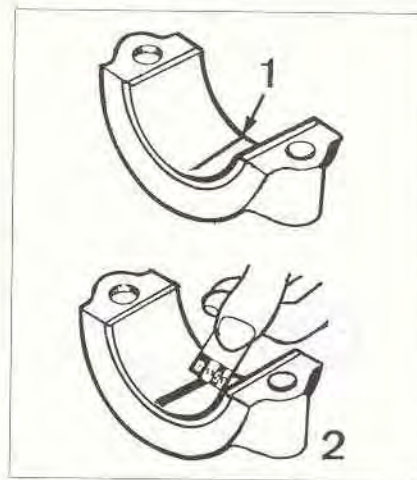

FIG. 29
- 2) Couper un brin de Plastigage de longueur adéquate et le poser sur le tourillon en évitant de le mettre sur un orifice du circuit de graissage (fig. 29, repère 1).
- 5) En s'aidant de l'échelle imprimée sur l'emballage du Plastigage, chercher quel segment de l'échelle a la même largeur que celle du brin aplati et déterminer le jeu correspondant (fig. 29, repère 2).